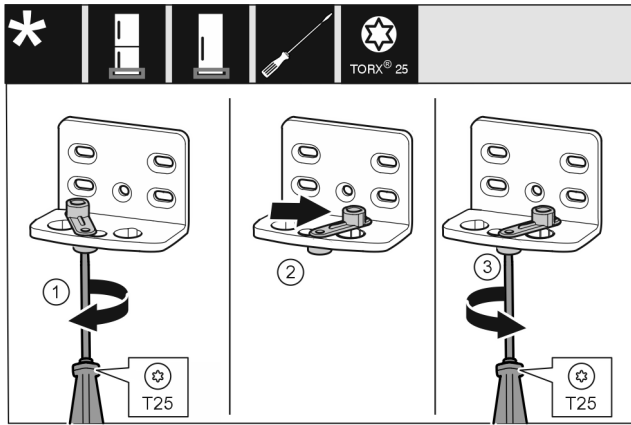

Fig. 44 *
- Schraube Fig. 44 (1) mit Schraubendreher lose schrauben.*
- Türschließhilfe Fig. 44 (2) anheben und um 90° nach rechts in Bohrung drehen.*
- Schraube Fig. 44 (3) mit Schraubendreher festschrauben.*